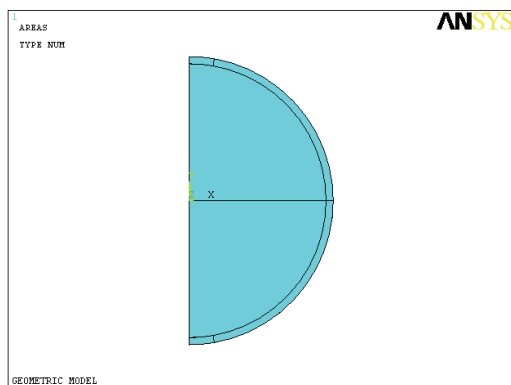

图 3-97 生成的几何模型结果显示
11) 选择 Utility Menu | Plot | Areas 命令，ANSYS 显示窗口将显示所生成的几何模型，如图 3-97 所示。